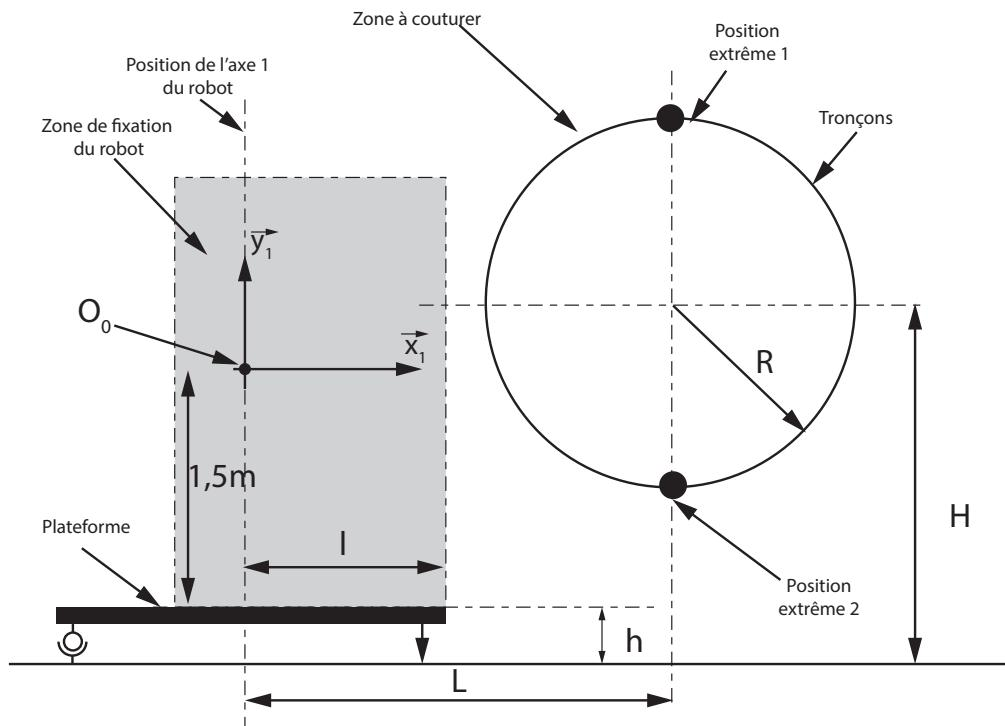

FIGURE 4 – Schéma d'implantation du robot
L'implantation d'un robot 6 axes ABB est considérée comme optimale lorsque la totalité des points visés est accessible : l'extrémité du robot doit atteindre le point de fixation de la demi-couture des tronçons. Dans le cas de l'étude, le robot doit réaliser une couture orbitale entre deux tronçons et éviter les collisions éventuelles (figure 4).
Les deux positions extrêmes du robot (figure 4) sont définies dans le tableau ci-dessous :
**Q 7 :** Représenter schématiquement sur la figure 4 le robot dans ses deux configurations extrêmes.